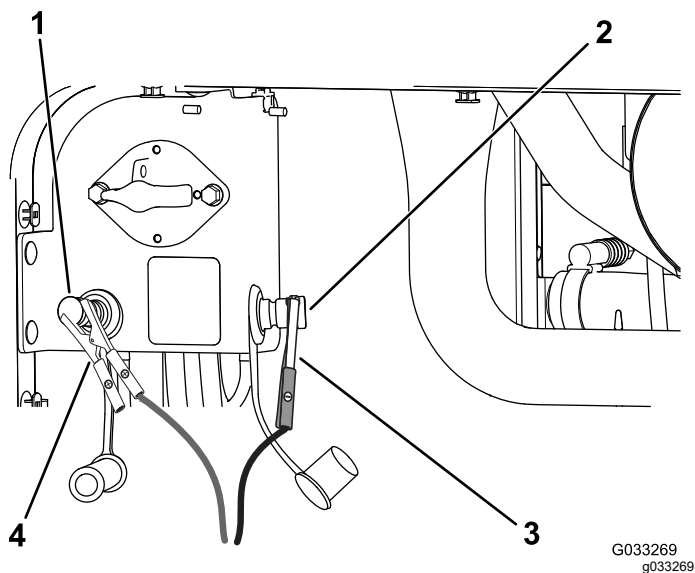

Figure 111
4. Branchez le câble de démarrage positif (+) à la borne positive de la batterie déchargée (Figure 111).
5. Branchez le câble de démarrage négatif (-) à la borne négative de la batterie déchargée (Figure 111).
7. Lorsque le moteur démarre, demandez à l'autre personne de débrancher le câble de démarrage négatif (-) de la borne négative de la batterie déchargée, puis de débrancher le câble de démarrage positif (+) (Figure 111).